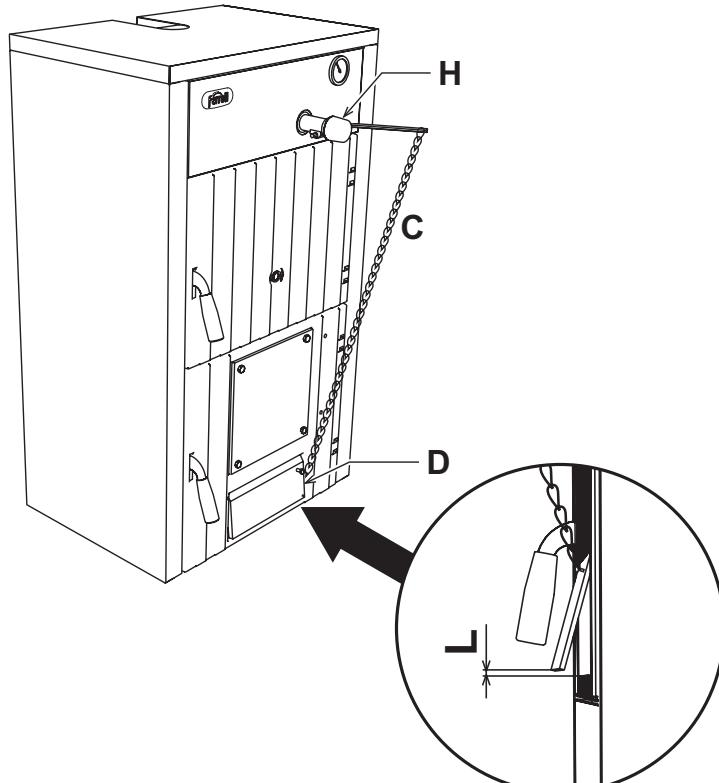

рис. 2 - Установка
2. Установите терmostатический регулятор "H"рис. 2.
4. С помощью предусмотренного для этой цели винта регулируйте дверцу воздухозаборника так, чтобы при опущенной дверце величина зазора для прохода воздуха составляла 1 - 2 мм, но не более. При холодном кotle поставьте терmostат на 60°. Прикрепите цепочку "C" к проушине "D" дверцы воздухозаборника и регулируйте ее длину так, чтобы зазор для прохода воздуха "L" (рис. 2) составлял около 15 мм при использовании каменного угля "coke III" и 2 мм при использовании древесного топлива.
С помощью предусмотренного для этой цели винта регулируйте дверцу воздухозаборника так, чтобы при опущенной дверце величина зазора для прохода воздуха составляла 1 - 2 мм, но не более. При холодном котле поставьте термостат на 60°. Прикрепите цепочку к проушине дверцы воздухозаборника и регулируйте ее длину так, чтобы зазор для прохода воздуха "L" (рис. 2) составлял около 15 мм при использовании каменного угля "coke III" и 2 мм при использовании древесного топлива.